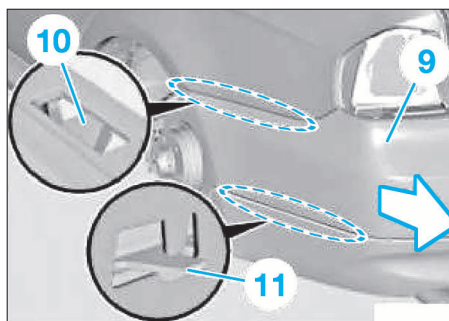

FIG. 96
- Tirer l'habillage de bouclier AR (9) en arrière et de manière à défaire les cran-tages (10 et 11) (Fig.96).